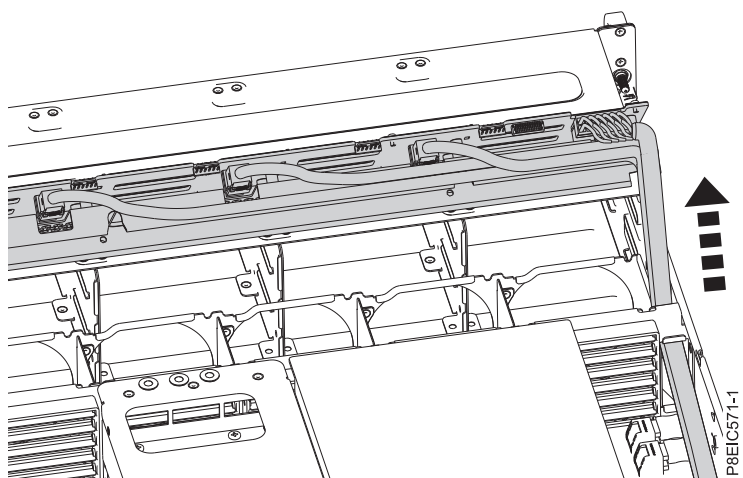

図 28. ケーブルの取り外し
10. ドライブ信号ケーブル、ドライブ電源ケーブル、およびファン制御ケーブルを慎重にシャーシを通して、取り外します (図 28 を参照)。